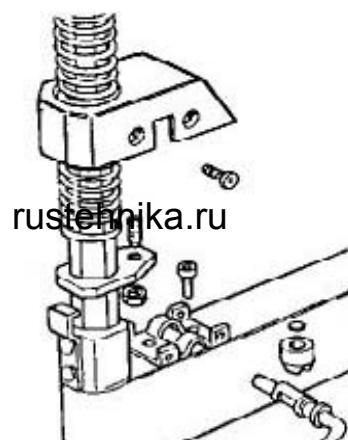

рис.10
7) Если блокировка не фиксирует ось, либо насадка не поднимается хотя бы на $1/8''$ над ободом колеса, что необходимо для работы, отрегулируйте гайки как показано на рис.10